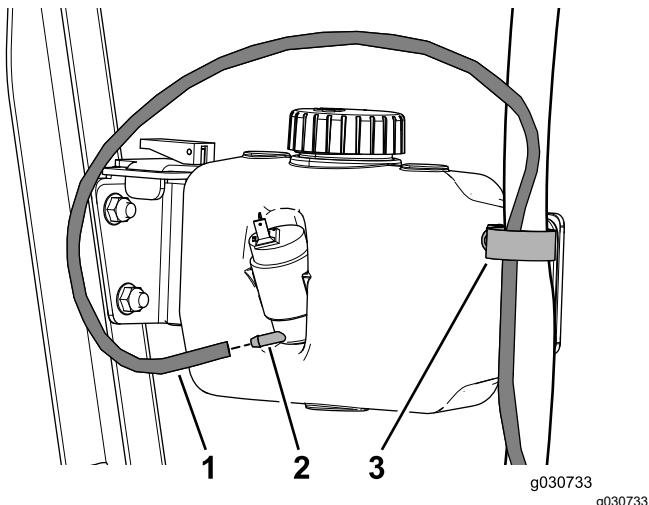

Bild 48
2. Verlegen Sie den Schlauch für die Scheibenwaschanlage durch die R-Klemme und schließen ihn an der Flasche für die Scheibenwaschanlagenflüssigkeit an (Bild 48).